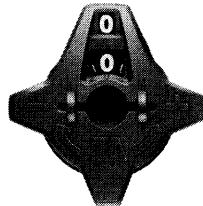

Fig 2/Bild 2
2. Open the valve to the preset value 2,3 turns (Fig. 2).
3. Remove the handwheel screw without changing the setting, by means of an Allen key (3 mm).
To check the presetting of a valve, open it to the stop position; the indicator then shows the presetting number, in this case 2,3 (Fig. 2).
Locking: The handwheel may be locked as in fig. 2.
2. Ventil bis zur gewünschten Einstellung 2,3 öffnen (siehe Bild 2).
Handradschraube wieder befestigen: Das Ventil kann jetzt geschlossen, jedoch nicht mehr über die gewählte Voreinstellung hinaus geöffnet werden. Um die Voreinstellung eines Ventils zu kontrollieren: Das Ventil ganz öffnen. Die Anzeige am Handrad zeigt dann den Voreinstellwert, in diesem Fall die Ziffer 2,3 an (siehe Bild 2). Als Anleitung für die Bestimmung einer richtigen Ventildimension und Voreinstellung (Druckabfall) gibt es Diagramme. Diese Diagramme zeigen den jeweiligen Druckabfall bei verschiedenen Einstellungen und Wassermengen an.
Plombierung: Das Handrad kann gemäß Fig. 2 plombiert werden.
2. Ouvrir la vanne à la position de réglage 2,3. (fig. 2).
Pour vérifier la position de prérglage d'une vanne, commencer par fermer la vanne (position 0,0). Ensuite, ouvrir la vanne jusqu'à butée. (position 2,3 selon l'exemple de la figure 2). Pour déterminer la dimension correcte d'une vanne ainsi que la position correcte de son prérglage, utiliser les abaques fournies pour chaque diamètre, qui donnent la perte de charge en fonction du débit, pour les différentes positions de réglage.
Plombage: On peut procéder au plombage de la poignée comme le montre la figure 2.